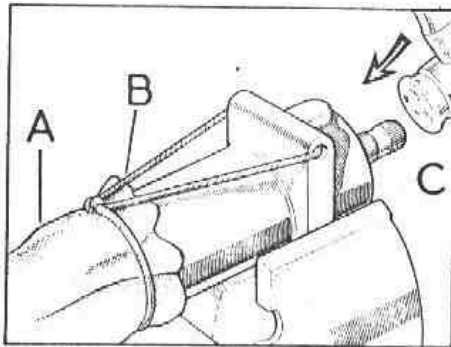
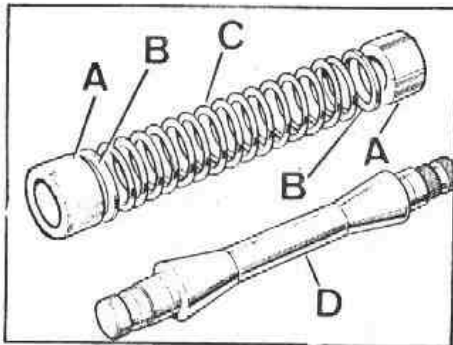

Fig. G-52 Desmontaje del eje de la caja compensadora
Fig. G-53 Eje y piezas de fijación
- 1.2. La parte inferior del eje se cubrirá con una tela fuerte que se atará al cuerpo de la caja (Fig. G-52), y con un mazo se golpeará el extremo del eje hasta introducir en la funda de la tela, el eje, D (Fig. G-53), muelle, C, casquillo de fibra, A, y arandela plana, B.